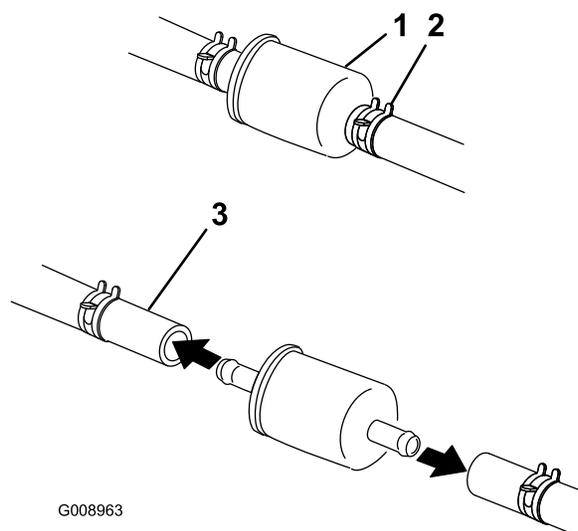

Figure 50
5. Fermez le robinet d'arrivée de carburant derrière le siège (Figure 50).
6. Pincez les extrémités des colliers et faites-les glisser pour les éloigner du filtre (Figure 50).
8. Posez un filtre neuf et rapprochez les colliers de fixation du filtre (Figure 50).